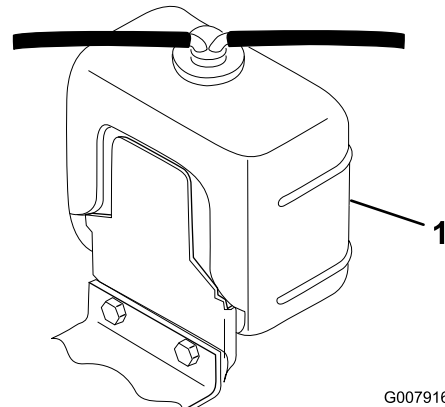

Figura 32
1. Togliete con cautela il tappo del radiatore e il tappo del serbatoio di espansione (Figura 32).
2. Controllate il livello del refrigerante nel radiatore e nel serbatoio di espansione (Figura 32).